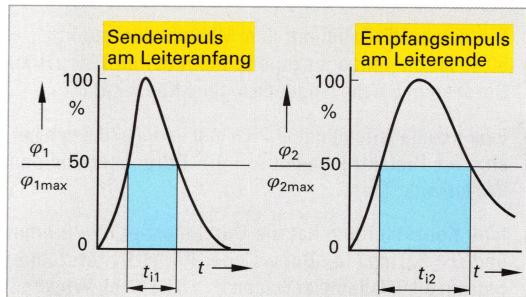

Bild 2: Impulsverbreiterung durch Modendispersion
- Am Anfang eines Glasfaserleiters der Länge 10 km beträgt die Dauer eines Messimpulses 7,5 ns. Am Ende des Leiters wird die Impulsdauer 30,9 ns gemessen (Bild 2). Berechnen Sie die Dispersion der Glasfaser.